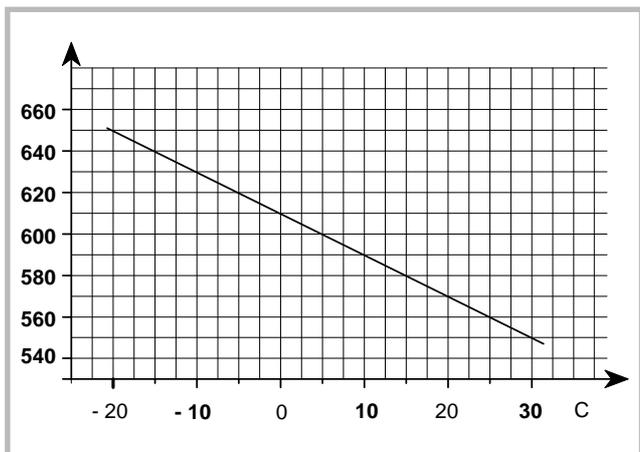

Fig. 5 - Sonde QAC31
- Sonde extérieure QAC31 (Fig. 5)